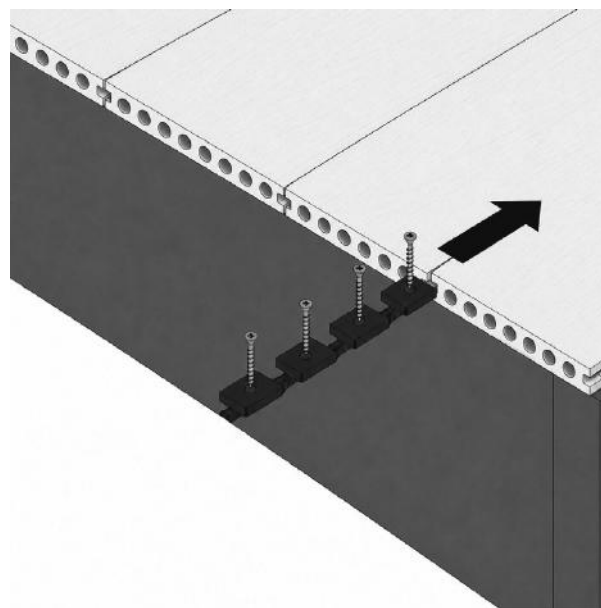

FIG. 9 – 6 MM VERDEKTE CLIPS TUSSEN DE LAATSTE PLANKEN GESCHOVEN
- Met de 2 planken op hun plaats en minimaal 6 mm speling ertussen schuift u het benodigde aantal 6 mm verdekte clips naar beneden (fig. 9)